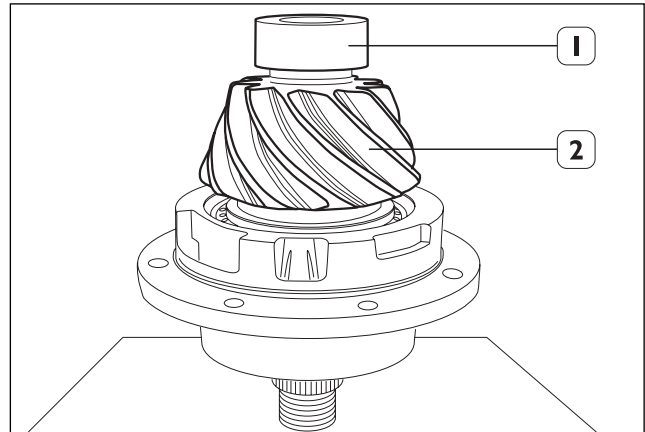

Fig. 33
Calentar en un horno de circulación de aire a una temperatura de 100° C durante 15 minutos el rodamiento piloto (1) e introducirlo en el piñón cónico (2). (Fig. 33)